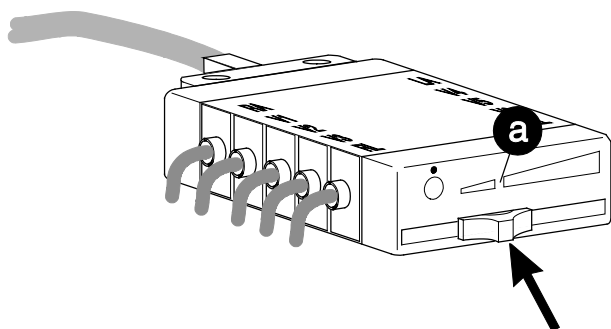

Bild 4-1. Unterdruckeinsteller am Elektrodenverteiler
**(a, Bild 4-1). Diese Einstellung reicht üblicher-**